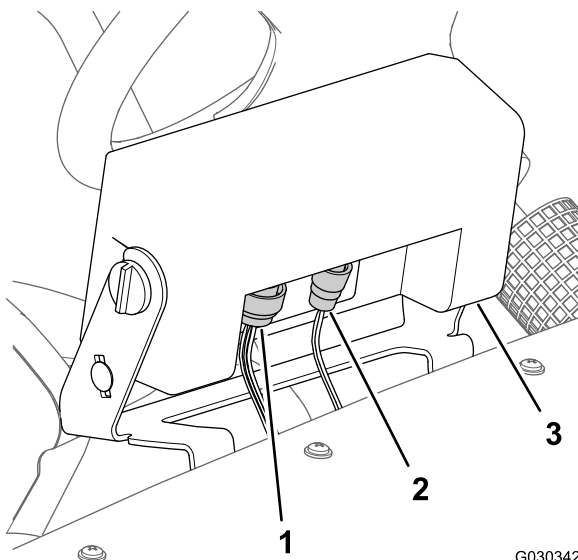

Figura 5
1. En la parte delantera de la consola de Pro Control, desconecte el conector de 3 pines del arnés de la máquina del conector hembra de 3 vías de la consola de control (Figura 5).
2. Desconecte el conector hembra de 16 vías del conector hembra de 16 vías de la consola de control (Figura 5).